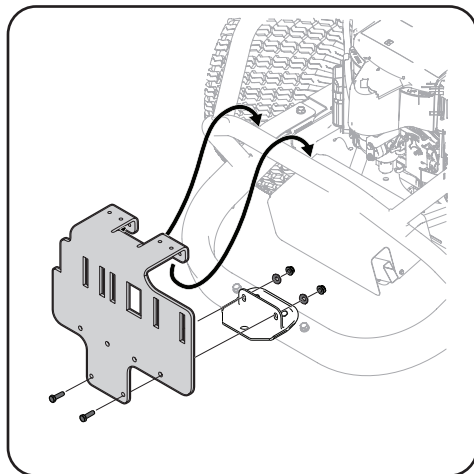

Figure 4-8
2. Installez et fixez l'ensemble de support au support de fixation vertical à l'aide de deux boulons de carrosserie (710-0276), de deux rondelles coniques (736-0276) et de deux contre-écrous d'épaulement (712-04063) provenant de la trousse de matériel 689-01419. Figure 4-8.